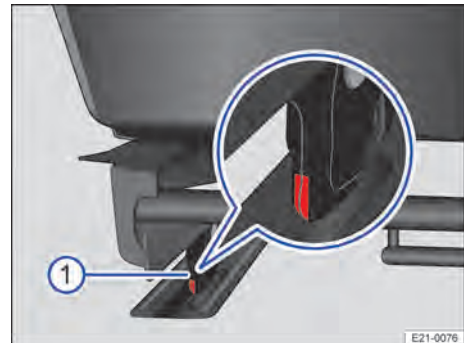

Abb. 78 Dritte Sitzreihe: Anzeige Bodenschlossverriegelung.
Der Sitz ist sicher eingerastet, wenn die rote Markierung an der Bodenschlossverriegelung → Abb. 78 ① **nicht** zu sehen ist → ⚠.